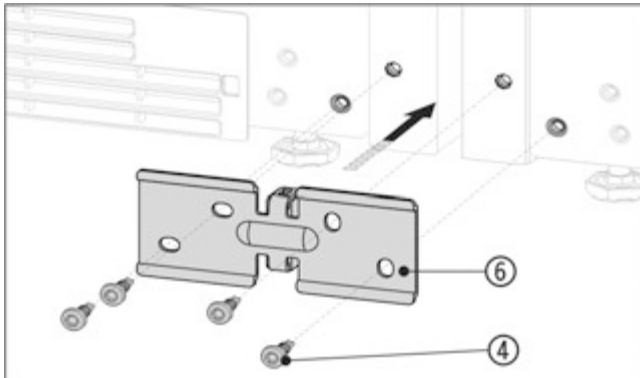

Fig. 15 Приблизне відображення
- ▶ Всунути кут Fig. 15 (6) з дистанційною прокладкою між пристроями і трохи прикрутити з допомогою 4 гвинтів Fig. 15 (4).